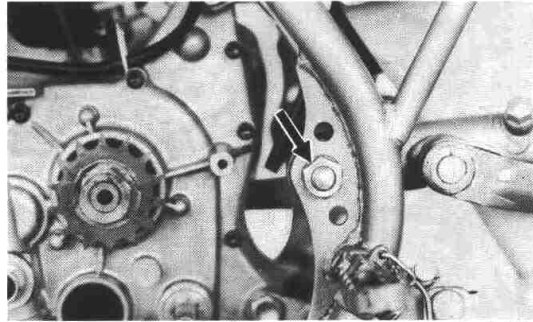

Fig. 5-10-3
1. Remove nut on swing arm pivot bolt and tap out bolt with a long aluminum or brass rod, (Fig. 5-10-3)
1. Enlevez l'écrou du boulon de pivot de bras oscillant et expulsez le boulon en frappant dessus avec une longue baguette en aluminium ou en cuivre. (Fig. 5-10-3)